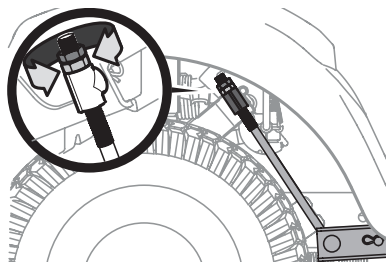

Figura 36
3. Debajo de los guardabarros traseros dentro de las ruedas hay una varilla de ajuste de elevación para cada lado de la plataforma. Consulte la Figura 36.